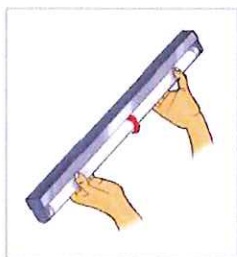

Fig. 6
- Si el tubo alumbrá débilmente debe estar gastado, proceder a cambiarlos. Si la avería continúa, probablemente el transformador esté malogrado y deberá también ser cambiado. Tener cuidado en ajustar bien los cables de energía (Fig. 6).